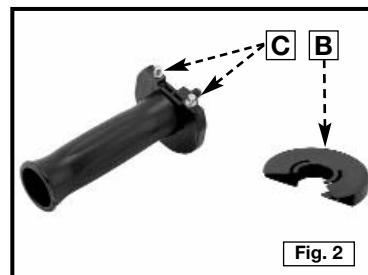

Fig. 2
NOTA: La cubierta auxiliar (B) Fig. 2 de la manija se puede quitar para exponer de los terminales (C) de una llave del eje de rotación para instalar y quitar la rueda que muele.